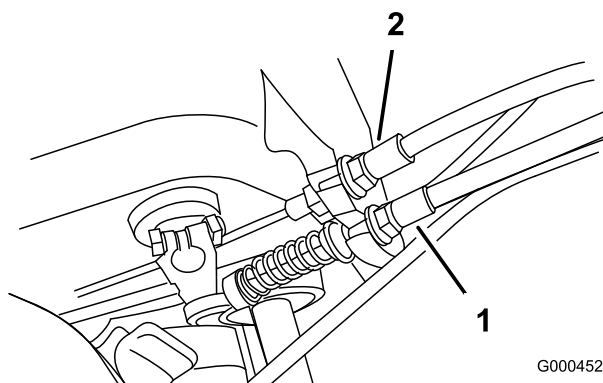

Figura 42
2. Para aumentar la tensión del cable, afloje la contratuerca delantera del cable y apriete la contratuerca trasera del cable (Figura 42) hasta que la fuerza necesaria para engranar el control de tracción sea de 5,4–7,3 kg.